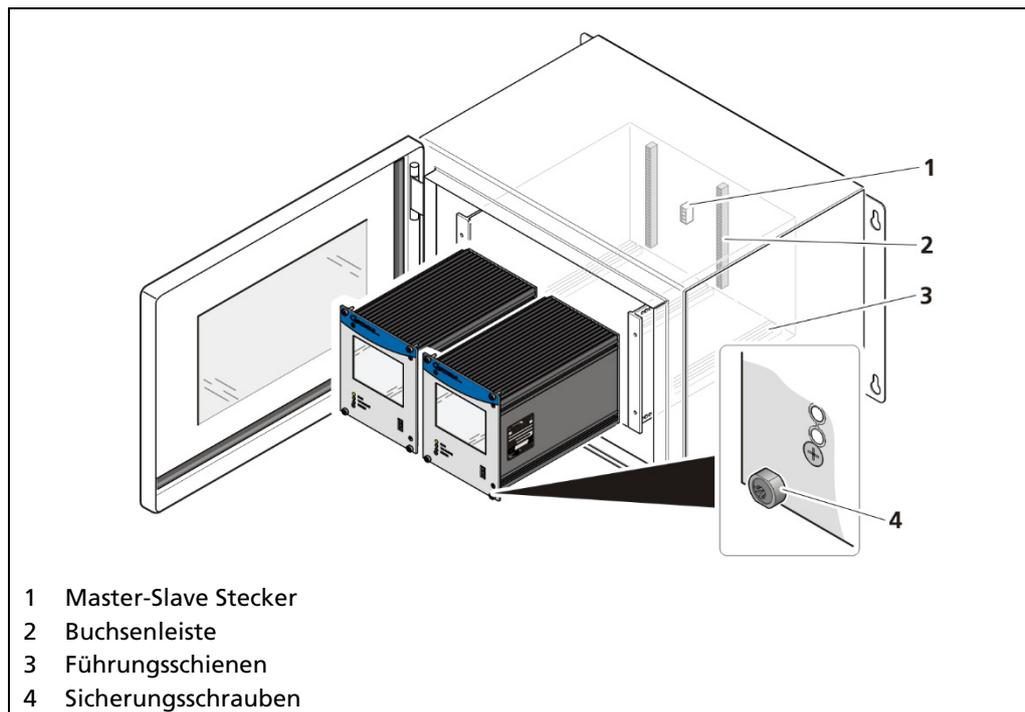

Abb. 15 Einbau der Module (Master-Master)
1. Module in die Führungsschienen setzen und vorsichtig einschieben, bis die Stiftleiste des Moduls in der Buchsenleiste (Abb. 15, Pos.2) eingesteckt ist.
2. Alle Sicherungsschrauben (Abb. 15, Pos.4) anziehen.